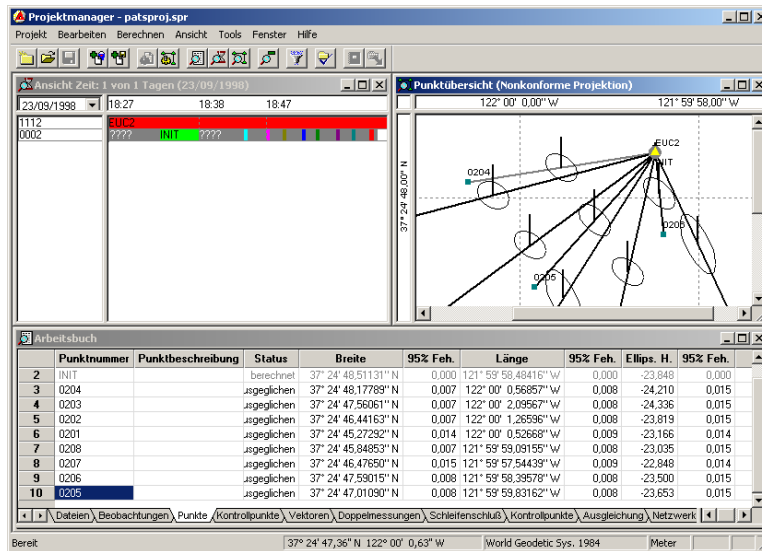

Abbildung 5.1. Hauptfenster Projekt Manager
2. Vergewissern Sie sich, dass das Fenster **Zeitansicht** und das Fenster **Arbeitsbuch** mit der Registerkarte **Beobachtungen** geöffnet sind (Abbildung 5.1).